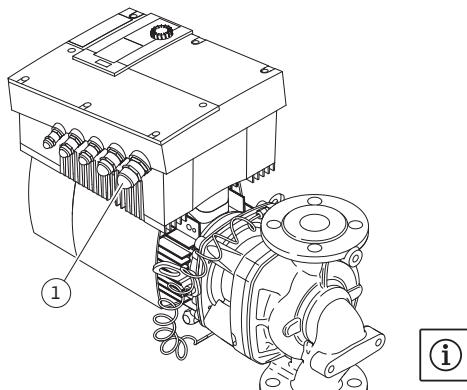

Fig. 25: Atornillado de los cables NPT  $\frac{3}{4}$ "
- La conexión eléctrica se tiene que realizar con un cable fijo de conexión a la red, que esté provista de un dispositivo de conexión o un interruptor de toda fase con un ancho de apertura mínima de  $\frac{1}{8}$ " (3 mm). Solo deben utilizarse conductores de cobre de 140/167°F (60/75°C). El cable de conexión a la red tiene que conducirse a través de una fijación atornillada NPT  $\frac{3}{4}$ " (Fig. 25, Pos. 1).